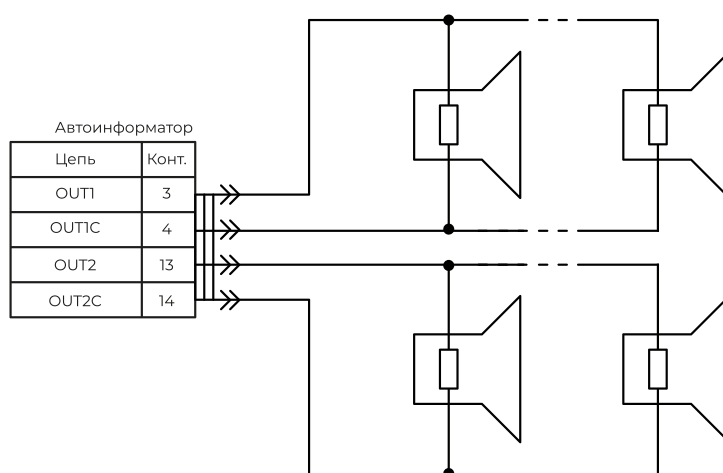

Рисунок 10. Схема подключения динамиков в два канала
3.2.12.2 Схема электрическая подключения динамиков по двухканальной схеме (выходная мощность по 20 Вт на канал) (Рис. 10). Общая нагрузка динамиков не должна быть менее 8 Ом на каждый канал. Второй канал предназначен для вывода акустических сообщений от микрофона тангенты. Переключение каналов в этом случае производится в пункте «Канал» раздела «Громкость» пункта меню «Настройки».